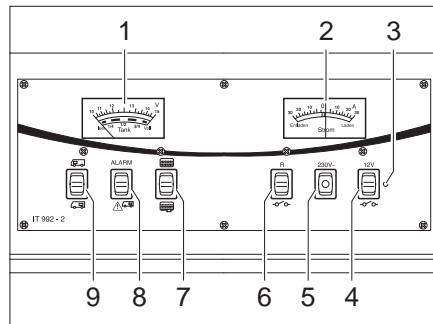

Bild 169 Panel IT 992
Beim Anzeigeeinstrument V/Tank (Bild 169,1) die obere Skala beachten. Das Anzeigeeinstrument wird automatisch beleuchtet, sobald ein Schalter gedrückt wird.
- Wippschalter (Bild 169,9) oben drücken "🔋": Die Batteriespannung der Starterbatterie wird angezeigt.
- Wippschalter (Bild 169,9) unten drücken "🔋": Die Batteriespannung der Wohnraumbatterie wird angezeigt.
Beim Anzeigeelement V/Tank (Bild 169,1) die untere Skala beachten. Das Anzeigeelement wird automatisch beleuchtet, sobald ein Schalter gedrückt wird.
- Wippschalter (Bild 169,7) oben drücken : Die Wassermenge wird angezeigt.
- Wippschalter (Bild 169,7) unten drücken : Die Abwassermenge wird angezeigt.
Die rote Warnleuchte ALARM (Bild 169,8) blinkt, sobald die Spannung der Wohnraumbatterie 11 V (Messung im laufenden Betrieb) unterschreitet und damit Tiefentladung droht.
Am Anzeigeelement Strom (Bild 169,2) wird ständig der aktuell fließende Batteriestrom angezeigt. Das Anzeigeelement wird automatisch beleuchtet, sobald ein Schalter gedrückt wird.
Der 12-V-Hauptschalter (Bild 169,4) schaltet das Panel und die 12-V-Versorgung des Wohnraums ein und aus.
- Einschalten:* ■ Wippschalter (Bild 169,4) oben drücken "  ": Die 12-V-Versorgung des Wohnraums ist eingeschaltet. Die Kontroll-Leuchte (Bild 169,3) leuchtet grün.
- Ausschalten:* ■ Wippschalter (Bild 169,4) unten drücken "  ": Die 12-V-Versorgung des Wohnraums ist ausgeschaltet. Die Kontroll-Leuchte (Bild 169,3) erlischt.
Die 12-V-Kontroll-Leuchte (Bild 169,3) leuchtet, wenn der 12-V-Hauptschalter (Bild 169,4) eingeschaltet ist.
Die gelbe 230-V-Kontroll-Leuchte (Bild 169,5) leuchtet, wenn am Eingang des Elektroblocs Netzspannung vorhanden ist.
- Einschalten:* ■ Wippschalter (Bild 169,6) oben drücken: Je nach Modell wird die Umwälzpumpe, die Druckwasserpumpe oder die elektrische Abwassertankheizung eingeschaltet.
- Ausschalten:* ■ Wippschalter (Bild 169,6) unten drücken "  ": Der Stromkreis ist ausgeschaltet.